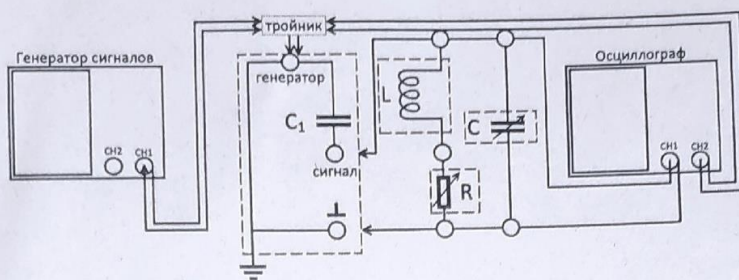

Рис. 2: Схема установки для исследования АЧХ и ФЧХ
- рисунок 2). Добейтесь того чтобы на экране осциллографа можно было наблюдать одновременно два сигнала: сигнал, взятый с колебательного контура, на первом канале и первоначальный сигнал на втором канале.